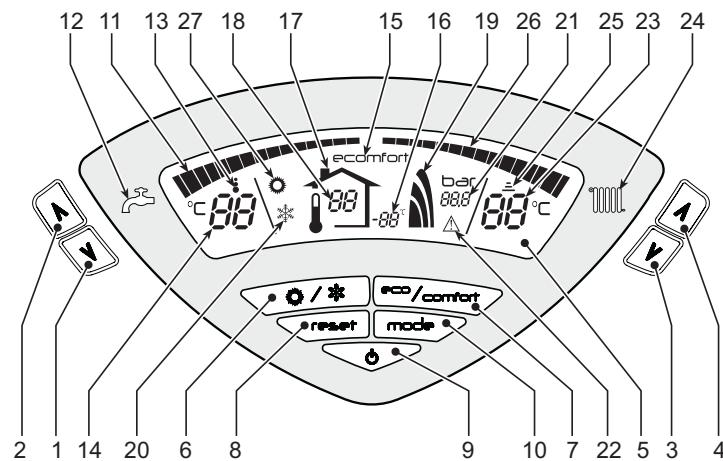
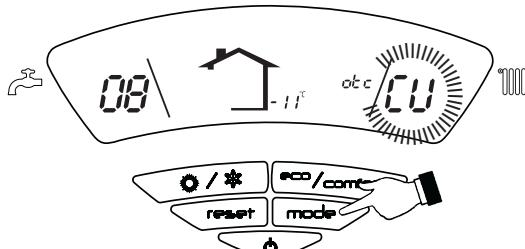

fig. 1 - Panel de control
fig. 11 - Curva de compensación
La demanda de calefacción (generada por el termostato de ambiente o el reloj programador a distancia) se indica mediante el parpadeo del símbolo de **funcionamiento en calefacción** (25 - fig. 1).
Los indicadores de temperatura del agua sanitaria (26 - fig. 1) se encienden gradualmente a medida que el sensor correspondiente detecta que se va alcanzando el valor programado.
La demanda de agua caliente sanitaria (generada por la apertura de un grifo correspondiente) se indica con el parpadeo del símbolo de **funcionamiento en ACS** (13 - fig. 1). Comprobar que se encuentre activada la función Comfort (15 - fig. 1).
Los indicadores de temperatura del agua sanitaria (11 - fig. 1) se encienden gradualmente a medida que el sensor correspondiente detecta que se va alcanzando el valor programado.
Cuando el acumulador está activado (opción predeterminada), en el display aparece el símbolo de CONFORT (15 - fig. 1); si está desactivado, se visualiza el símbolo ECO (15 - fig. 1).
Para desactivar el calentador y establecer el modo ECO, pulsar la tecla eco/comfort (7 - fig. 1). Para volver al modo CONFORT, pulsar nuevamente la tecla eco/comfort (7 - fig. 1).
Pulsar la tecla on/off (9 - fig. 1) durante 1 segundo.
Para reactivar la caldera, pulsar nuevamente la tecla on/off (9 fig. 1) durante 1 segundo.
- Pulsar la tecla ON/OFF (9 - fig. 1).
Pulsar la tecla Verano/Invierno (6 - fig. 1) durante 1 segundo.
En la pantalla aparece el símbolo de Verano (27 - fig. 1): la caldera solo suministra agua sanitaria. El sistema antihielo permanece operativo.
Para desactivar el modo Verano, pulsar nuevamente la tecla Verano/Invierno (6 - fig. 1) durante 1 segundo.
Mediante las teclas (3 y 4 - fig. 1) se puede regular la temperatura de la calefacción desde un mínimo de 30 °C hasta un máximo de 80 °C,
Mediante las teclas (1 y 2 -)fig. 1 se puede regular la temperatura del agua sanitaria desde un mínimo de 10 °C hasta un máximo de 65 °C.
Si está instalada la sonda exterior (opcional), en la pantalla del panel de mandos (5 - fig. 1) aparece la temperatura exterior actual medida por dicha sonda. El sistema de regulación de la caldera funciona con "Temperatura adaptable". En esta modalidad, la temperatura del circuito de calefacción se regula en función de las condiciones climáticas exteriores, con el fin de garantizar mayor confort y ahorro de energía durante todo el año. En particular, cuando aumenta la temperatura exterior disminuye la temperatura de ida a la calefacción, de acuerdo con una curva de compensación determinada.
Durante el funcionamiento con temperatura adaptable, la temperatura programada mediante las teclas de la calefacción (3 y 4 - fig. 1) pasa a ser la temperatura máxima de ida a la instalación. Se aconseja establecer el valor máximo para que la instalación pueda regular la temperatura en todo el campo útil de funcionamiento.
Si se pulsa una vez la tecla mode (10 - fig. 1), se visualiza la curva actual de compensación (fig. 11), que se puede modificar con las teclas del agua sanitaria (1 y 2 - fig. 1).